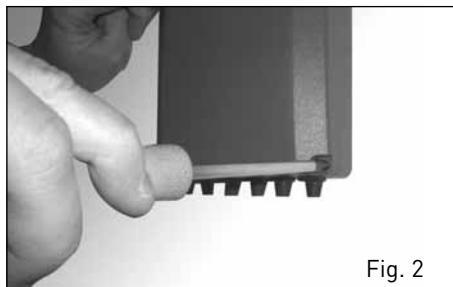

Fig. 2
- enlever le couvercle de la centrale en dévissant les quatre vis à l'avant [fig. 2]